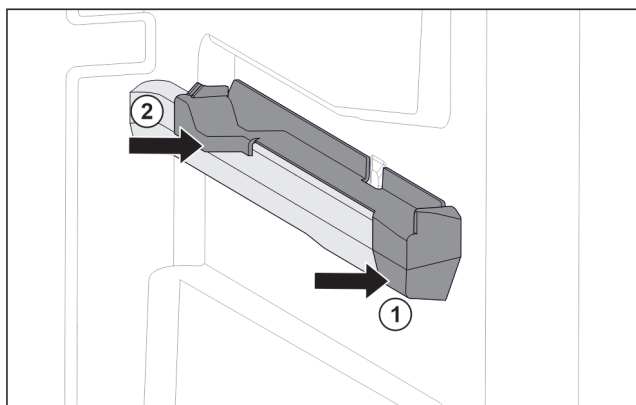

Fig. 32 Natični dio na desnom žlijebu spremnika
- ▶ Postavite natični dio srijeda na žlijeb spremnika. Fig. 32 (1)
- ▶ Pritisnite natični dio straga. Fig. 32 (2)